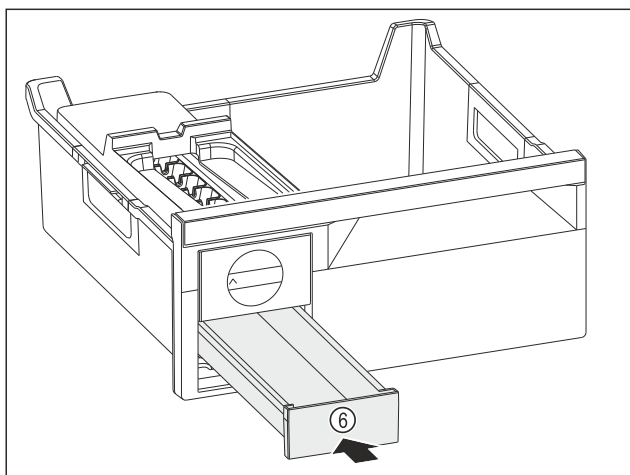

Fig. 111
- ▶ Spingere verso l'interno il cassetto del ghiaccio Fig. 111 (6).